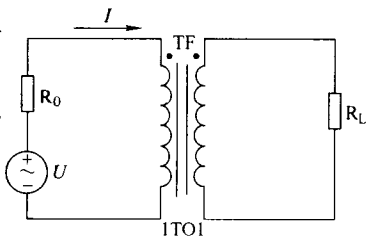

图 1—7
例 2 如图 1—7 所示交流信号源的电压 $U = 120 \text{ V}$, 内阻 $R_0 = 800 \Omega$, 负载电阻 $R_L = 8 \Omega$, 试求: (1) 负载获得最大功率时, 电源输出的最大功率以及变压器的匝数比。(2) 当把负载电阻 R_L 直接接到信号源时, 信号源将输出多大功率?